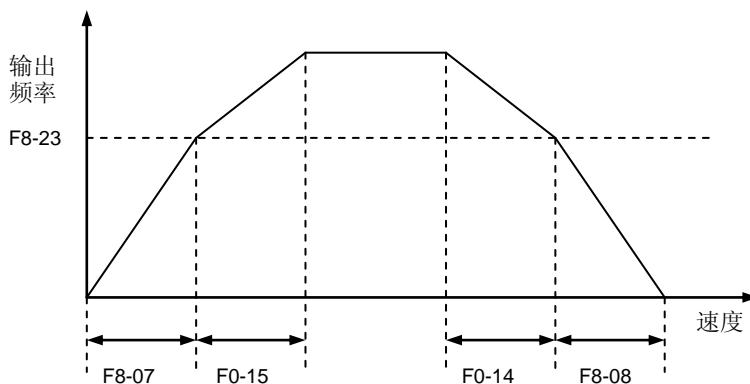

图 6-30 加减速切换频率
- F8-23: 设定加、减速速度自动切换时的频率点, 如图 6-30 所示。